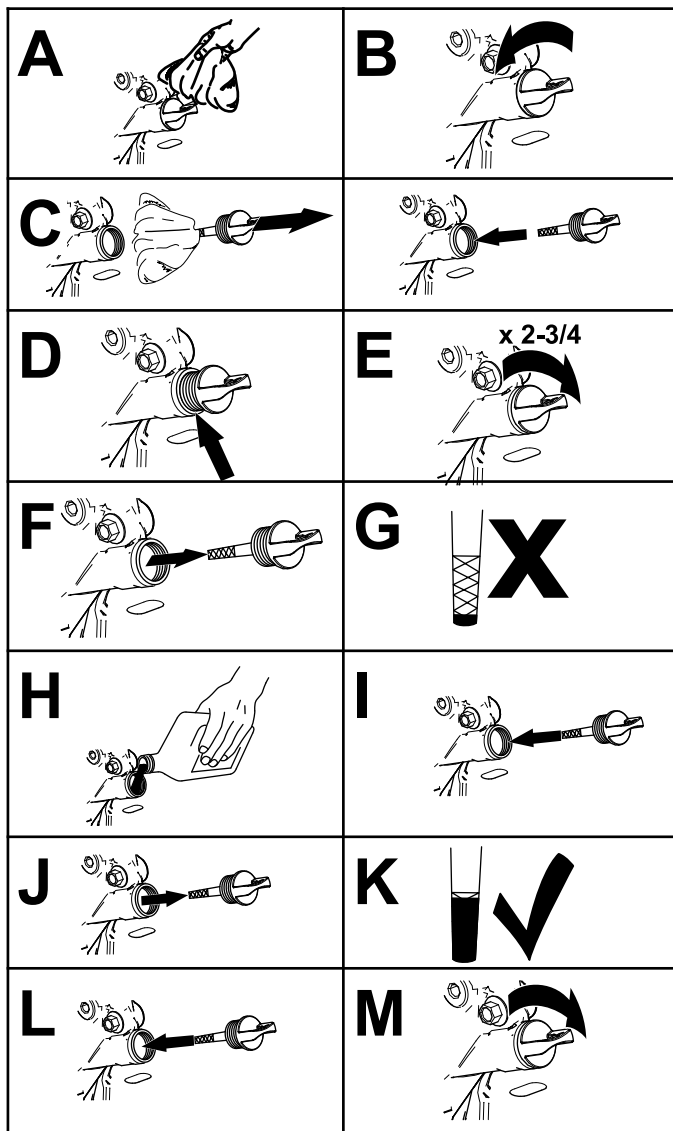

Bild 35
- Prüfen Sie den Stand des Motoröls, wie in Bild 35 abgebildet.